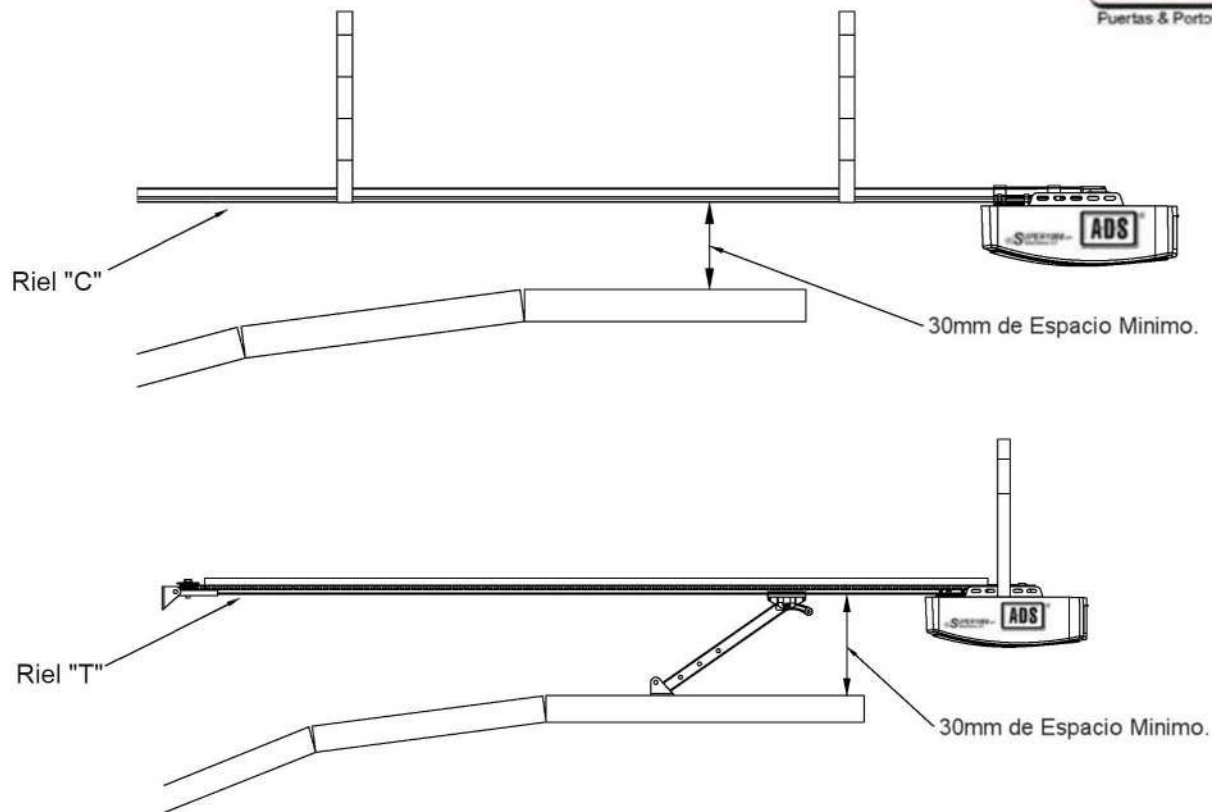

Fig.4
5.Debe haber 30mm de Espacio como Mínimo entre la parte Inferior del Riel y la parte Superior del Portón en el punto de Apertura. Ver (Fig.4).